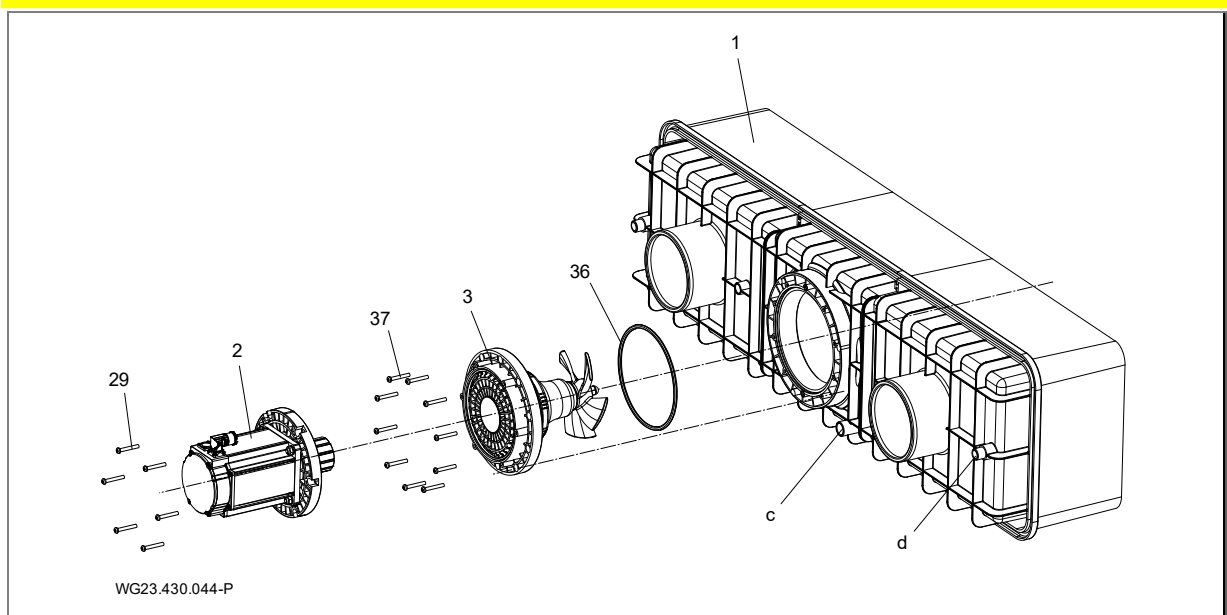

Fig. 16
1. Avfett tilkoblingsstussen (d, (Fig. 16)) på plasthuset (1) og tilkoblingsbøsingen på kabelbeskyttelsesslangen (12) med PVC-U/ABS-rengjøringsmiddel.
Anlegget skal anbringes i en sjakt som grenser til bassengkanten. I oppstillingsrommet må det finnes en lytefri lufting og ventilasjon og et tilstrekkelig gulvavløp. En festemulighet for frekvensomformerer og koblingsskapet samt kabelbeskyttelsesslangen (helst over vannivå) må finnes. I sjakten må det finnes en tilkobling for en potensialutjevning. Se "Fig. 16" side 22.